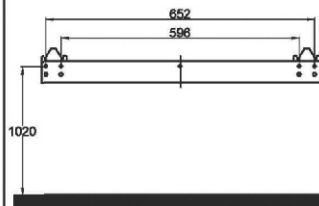

Fig.2
-Si consiglia un'altezza di 600 mm dal lato inferiore del riscaldatore al pavimento per una visione ottimale del serbatoio del combustibile (fare riferimento alla Fig.2 per le dimensioni di fissaggio consigliate).
-Per una visualizzazione ottimale, contrassegnare le prime cinque posizioni di fissaggio delle viti sulla parete in base alle dimensioni consigliate, fare riferimento alla Fig.2. Praticare i fori con una punta da sei.